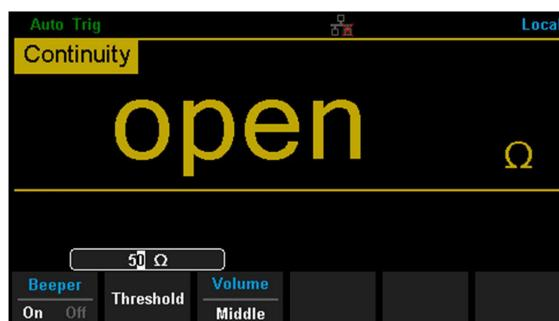

図 2-23 導通測定インターフェース
- 前面パネルの [Cont] を押して導通テスト画面に入ります（図 2-23 参照）。